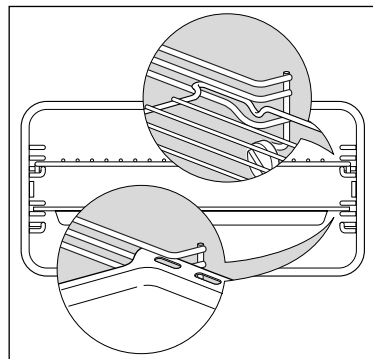

Abbildung 32 Korrekte Position für Einschübe und Pfanne
- Setzen Sie die Einschübe und Bleche ein - Abb.32 beschrieben ein. Achten Sie beim Einschieben in die Metallführungen darauf, dass die Stopper nach unten und hinten ausgerichtet sind.